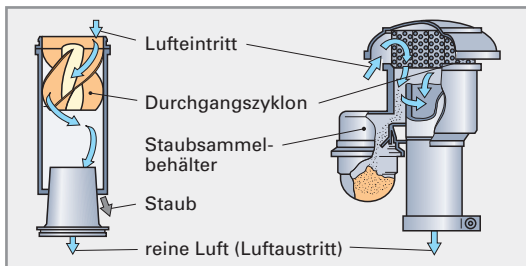

Bild 2: Zyklonluftfilter
**Zyklonvorabscheider** sind unentbehrlich für Motoren, die ständig in sehr staubhaltiger Luft arbeiten müssen. Die angesaugte Luft wird in rasche Drehung versetzt (Bild 2) und der grobe Staub durch die Zentrifugalkraft ausgeschieden (Grobfilter). Der noch in der Ansaugluft enthaltene feine Staub wird anschließend z.B. in einem Trockenluftfilter gefiltert. Die